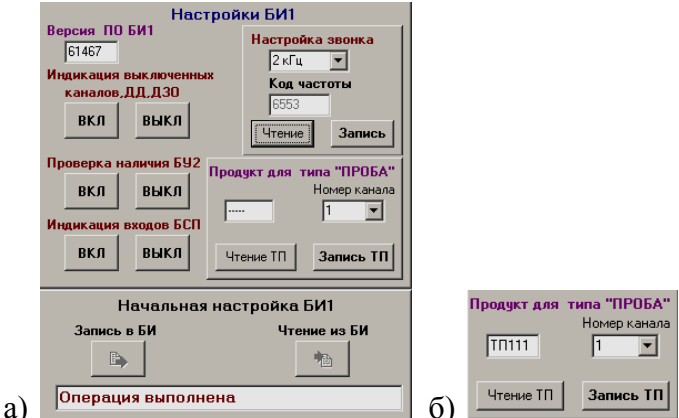
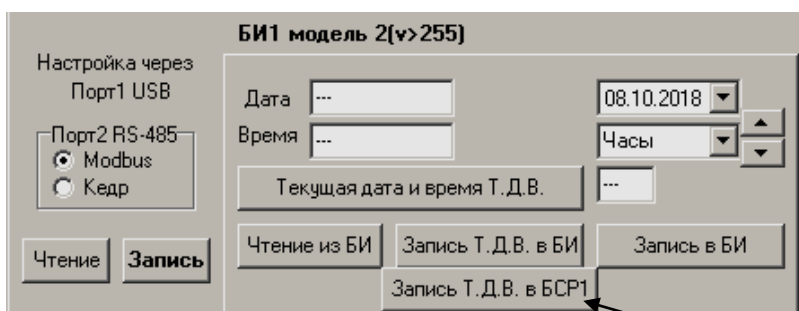
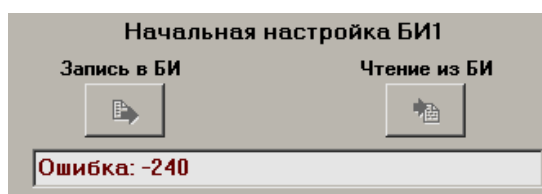
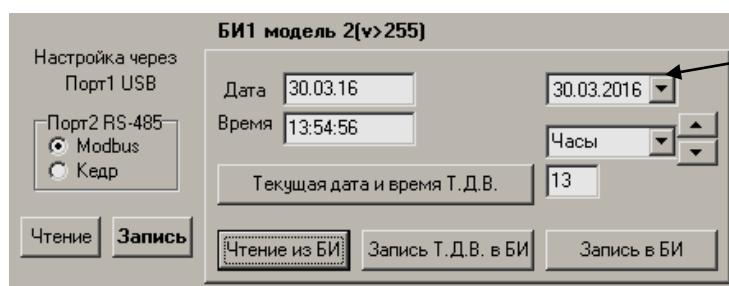

Рисунок 7.39
Рисунок 7.44
Рисунок 7.45
Рисунок 7.46
Нажать на кнопку «ВЫКЛ» под надписью «Индикация выключенных каналов, ДД, ДЗО». При этом на нижнем табло появится надпись «Ждите! Запись в БИ». При успешном выполнении операции на табло «Версия ПО БИ1» отобразится версия ПО, а на нижнем табло появится надпись «Операция выполнена» (рисунок 7.39). Выключенные каналы, ДД1 в Группе ДД, ДЗО в группе ДЗО не индицируются.
Нажать на кнопку «ВКЛ» под надписью «Индикация выключенных каналов, ДД, ДЗО». При этом на нижнем табло появится надпись «Ждите! Запись в БИ». При успешном выполнении операции на табло «Версия ПО БИ1» отобразится версия ПО, а на нижнем табло появится надпись «Операция выполнена» (рисунок 7.39). Выключенные каналы, ДД1 в Группе ДД, ДЗО в группе ДЗО индицируются на БИ1 с признаком «выключен».
Выбрать значение параметра «Порт 2 RS-485» : «Modbus» или «Кедр» (рисунок 7.44), а затем нажать на кнопку «Запись» (рисунок 7.44). При успешном выполнении операции на нижнем табло появится надпись «Операция выполнена» (рисунок 7.39). При попытке выполнить операцию для БИ1 **Модель 1** на нижнем табло появится надпись «Ошибка:-240» (рисунок 7.45).
Запись текущей даты и времени в БИ1. Нажать на кнопку «Запись Т.Д.В.. в БИ» (рисунок 7.44). При успешном выполнении операции на нижнем табло появится надпись «Операция выполнена» (рисунок 7.39).
Редактирование даты и времени и запись в БИ1. Нажать на кнопку «Чтение из БИ» (рисунок 7.46). При успешном чтении на табло «Дата» и «Время» отобразятся значения считанные из БИ1. Выбрать новую дату (рисунок 7.46). Последовательно выбирая параметр «Часы», «Минуты», «Секунды» отредактировать соответствующее значение, используя кнопки со стрелками вверх и вниз. Нажать на кнопку «Запись в БИ» (рисунок 7.46). При успешном выполнении операции на нижнем табло появится надпись «Операция выполнена» (рисунок 7.39а).
7.6.7.1 Ввести имя продукта из 5-ти знаков для отображения на БИ1 **Модель 2** (рисунок 7.39б) и нажать на кнопку «Запись ТП». Для возврата к отображению с именем «ПРОБн» ввести первым знаком символ “-” и нажать на кнопку «Запись ТП».